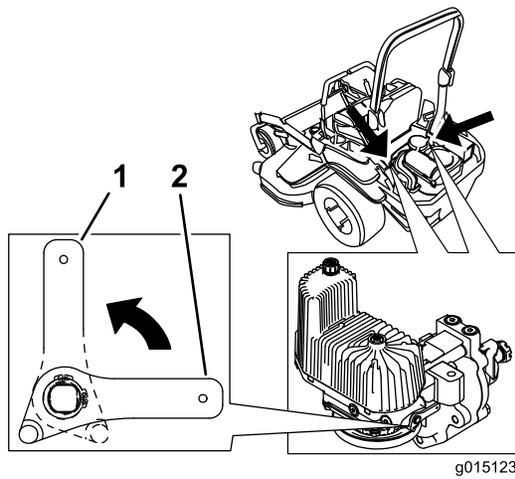

Figura 34
2. Gire las palancas de las válvulas de desvío a la posición vertical para empujar la máquina. Esto permite que el aceite hidráulico se desvíe alrededor de la bomba, dejando que las ruedas giren (Figura 34).
4. Gire las palancas de las válvulas de desvío a la posición horizontal para conducir la máquina (Figura 34).